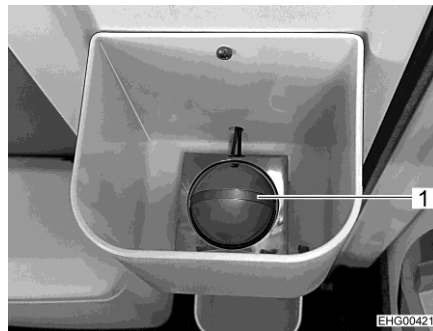
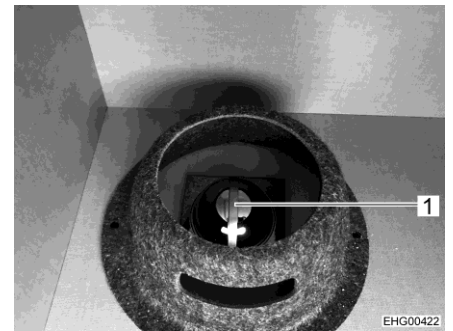

Bild 85 Aktiv dockningsstation på ingångsdörren
Bild 86 Aktiv dockningsstation på hyllan ovanför förarhytten
Aktiva dockningsstationer kan finnas på flera olika platser i förarhytten, t.ex. i lådan på ingångsdörren (Bild 85,1) eller på hyllan ovanför förarhytten (Bild 86,1) eller i klädsåpet.
- Ladda:** ■ Skjut samman lampan (Bild 87) och anslut den till den aktiva dockningsstationen (t.ex. Bild 85,1 eller Bild 86,1).